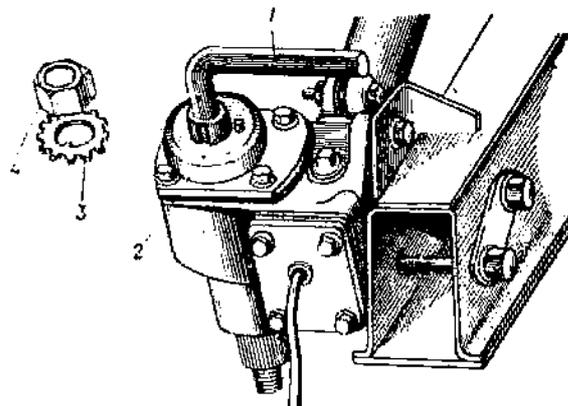

Рис. 71. Регулировка зазора в зацеплении ролика с червяком:
- вращая регулировочный винт 2 (рис. 71) ключом 1 по ходу часовой стрелки, завернуть винт до отказа, а затем отвернуть его на полграни.